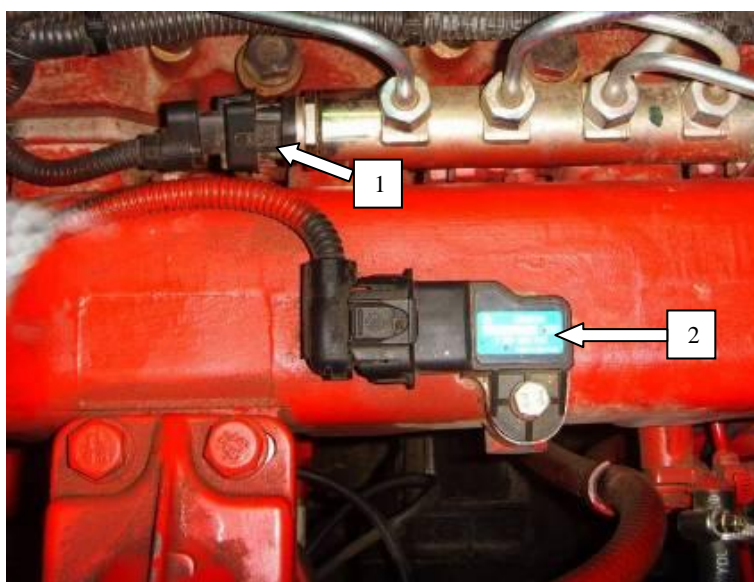

Рис. 5.6 Датчики давления топлива и надувного воздуха
5.6 Датчик давления топлива (поз.1, рис. 5.6)
5.7 Датчик давления наддува (поз.2, рис. 5.6)